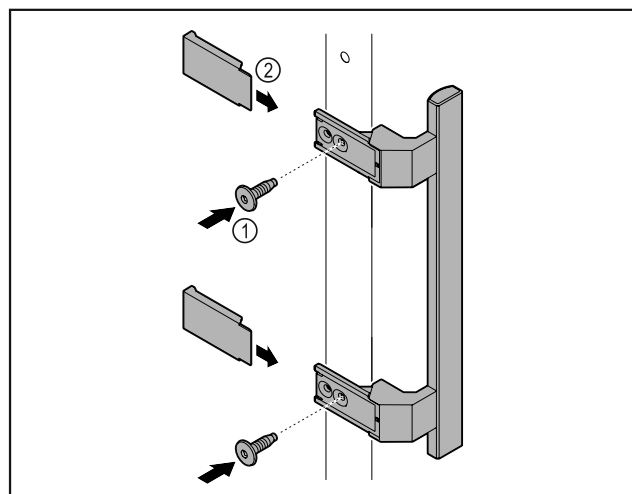

Fig. 2
- Plasser håndtaket som fulgte med, på døren med de vedlagte skruene Fig. 2 (1).
- Sett på dekselet Fig. 2 (2).